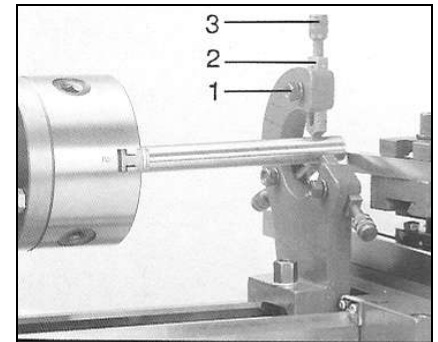

Fig 19
Faire tourner les vis moletées (3, Fig 19) jusqu'à ce que tous les mors lisses (2) touchent la pièce d'œuvre sans la bloquer.